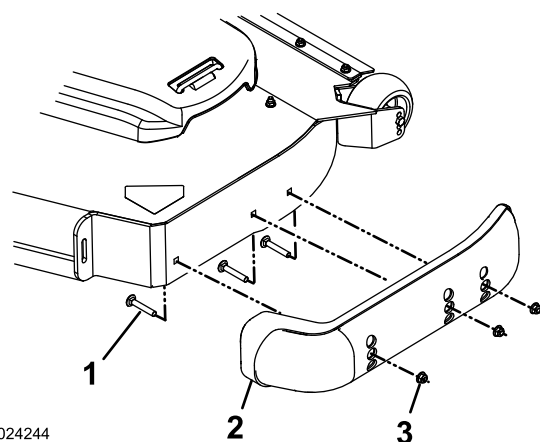

Figura 37
3. Retire os parafusos de carroçaria e as porcas de cada patim (Figura 37).